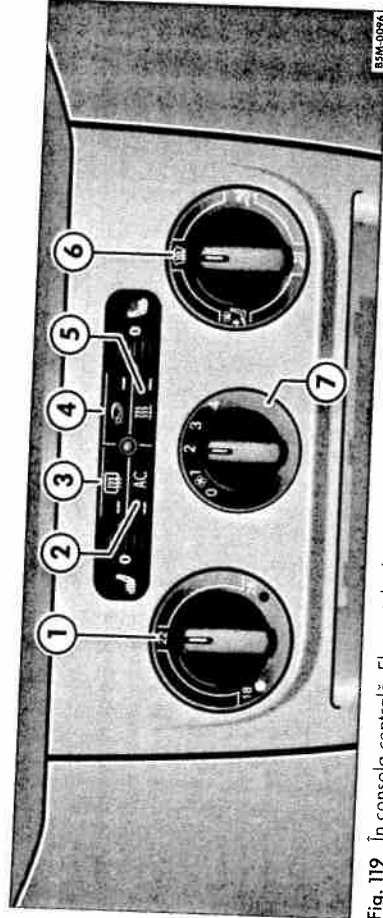

Fig. 119 În consola centrală: Elementele de comandă ale Climatic.
- Apăsăți tasta (☞) ⇒ fig. 119 ④, pentru a activa sau dezactiva recircularea aerului. Funcția este activată când în tastă se aprinde un bec.